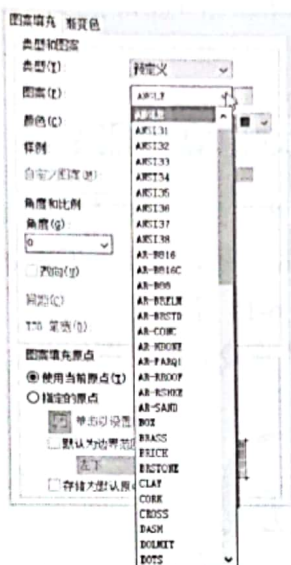

图 6-10 “图案”列表
- 图案：单击打开下拉列表，即可选择图案名称，如图 6-10 所示。